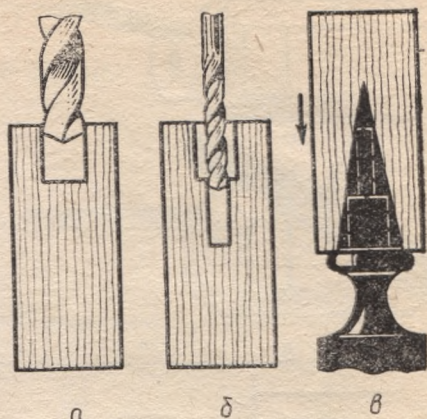

Рис. 10. Насадка заготовки на хвостовик квадратного сечения с предварительным сверлением:
Последовательность насадки заготовки на хвостовик квадратного сечения с предварительным сверлением (рис. 10):
3. Просверлить отверстие сначала сверлом большого диаметра, а затем меньшего (рис. 10, а, б). При этом нужно использовать муфту или измерять глубину отверстий при работе.
4. Насадить заготовку (рис. 10, в) на хвостовик.